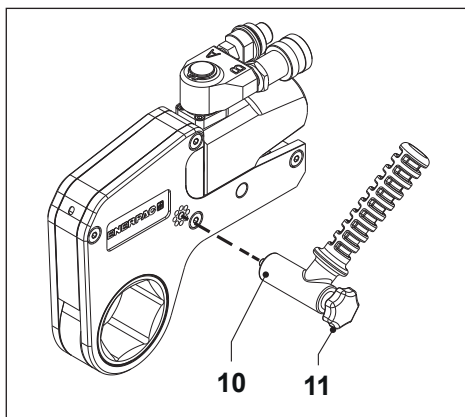

Fig. 3
3.2 Feste av posisjoneringshåndtaket (Fig. 3)
- Fest posisjoneringshåndtaket (10) med skruen (11). Posisjoneringshåndtaket kan monteres på begge sider av verktøyet.